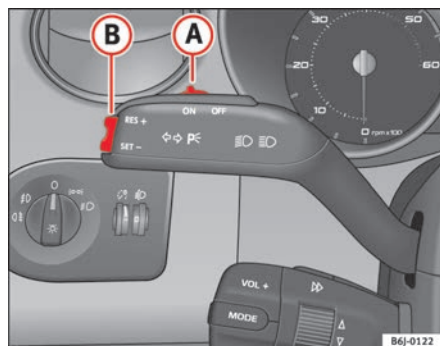

Abb. 105 Blinker- und Fernlichthebel: Schalter und Wippe für die Geschwindigkeitsregelanlage
- Drücken Sie den oberen Teil der Wippe **RES** ⇒ Abb. 105 **(B)**, um die Geschwindigkeit zu erhöhen. Solange Sie die Wippe gedrückt halten, beschleunigt das Fahrzeug. Sobald Sie die Wippe loslassen, wird die neue Geschwindigkeit gespeichert.
Wenn Sie die gespeicherte Geschwindigkeit durch Treten des Bremspedal verringern, ist die Regelung der gespeicherten Geschwindigkeit ausgeschaltet. Sie können durch einmaliges Drücken des oberen Teils der Wippe **RES+** ⇒ Abb. 105 **(B)** die Regelung wieder aufnehmen.